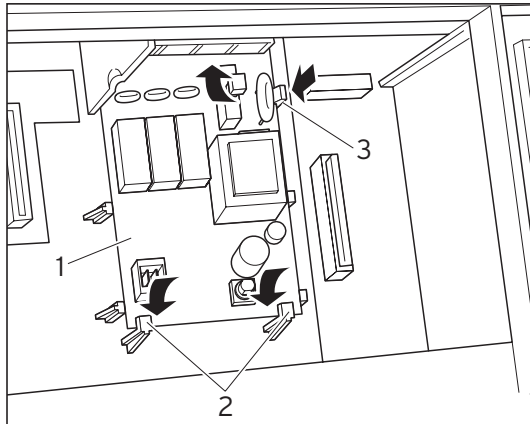

Fig. 3.1 Enclenchement de la platine
- Faites glisser la platine (1) sous les attaches de maintien (2) (voir fig. 3.1).
- Appuyez la platine avec précaution entre les centrages dans les supports (3) (fig. 3.1) jusqu'à ce que la platine s'enclenche.